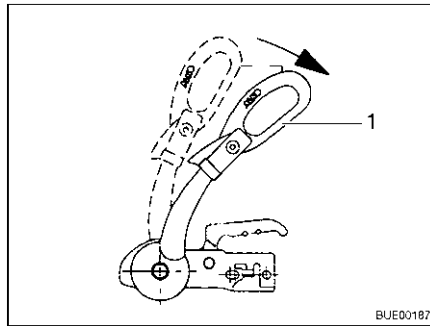

Fig. 174 Maniglia di stabilizzazione
- Aprire la maniglia di stabilizzazione (Fig. 174,1).